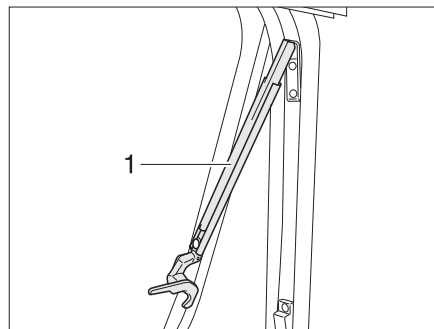

Fig. 70 Fenêtre projetante avec bras automatiques, ouverte
- Ouvrir la fenêtre projetante jusqu'au cran d'arrêt souhaité. Le bras automatique (Fig. 70,1) s'enclenche automatiquement.